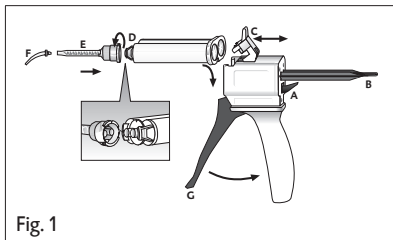

Fig. 1
1. Tryck spaken [fig. 1, pos. A] på baksidan av Automix-Dispenser uppåt och dra tillbaka sliden [fig. 1, pos. B] helt.
2. Fäll upp plastspärren [fig. 1, pos. C], sätt i patronen och lås fast den med plastspärren [fig. 1, pos. C].
1. Vrid patronskyddet [fig. 1, pos. D] eller den använda blandningsspetsen 90° moturs och dra sedan av och släng det.
2. Sätt på en ny blandningsspets [fig. 1, pos. E].
4. Sätt på en ny Intraoral-Tip [fig. 1, pos. F].
- Tryck på spaken [fig. 1, pos. G] på Automix-Dispenser för att blanda materialet i blandningskanylen och applicera det sedan direkt.
2. Fäll upp plastspärren [fig. 1, pos. C] och avlägsna patronen.